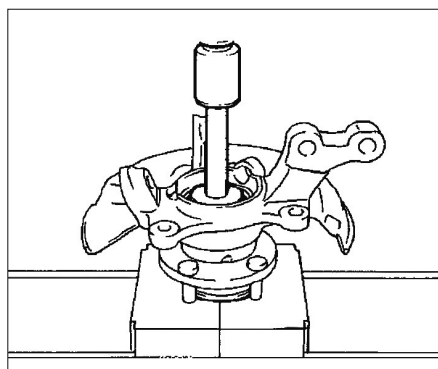

FIG. 18
- À l'aide d'une presse et en prenant appui sur la cage intérieure du roulement, engager le moyeu dans le pivot jusqu'en butée (fig. 18).